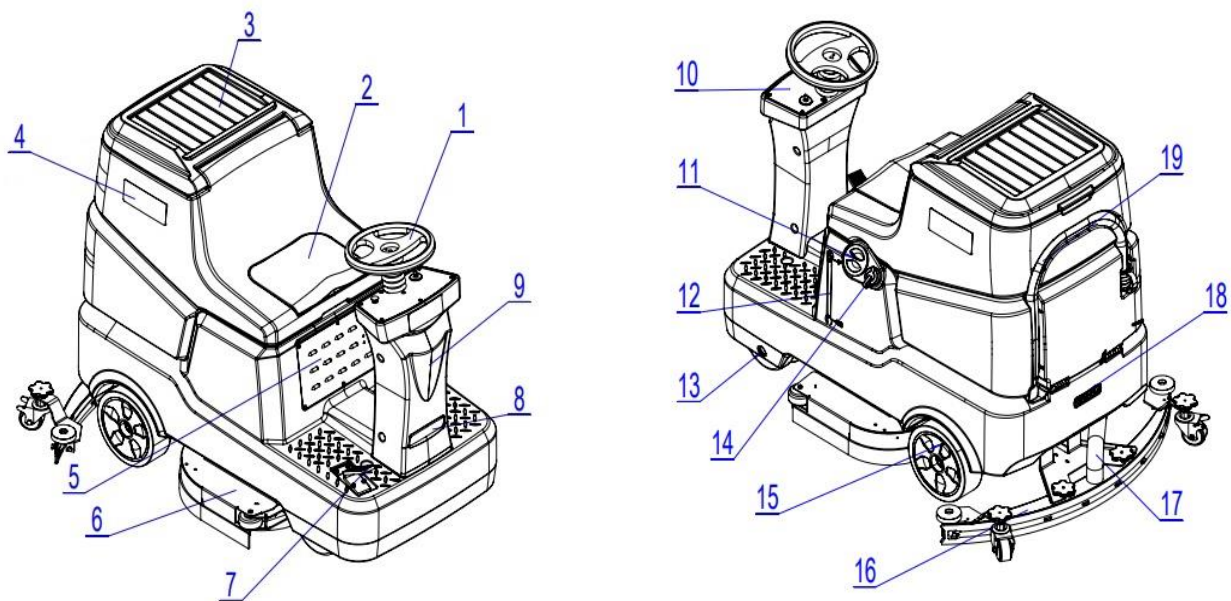

Рис. 1
1. Откройте крышку резервуара грязной воды (3, рис. 1) и проверьте, пуст ли он (4, рис. 1). Если нет, слейте воду через сливной шланг (19, рис. 1).
4. Затяните ручки и подсоедините к скребку всасывающий шланг (17, рис. 1).